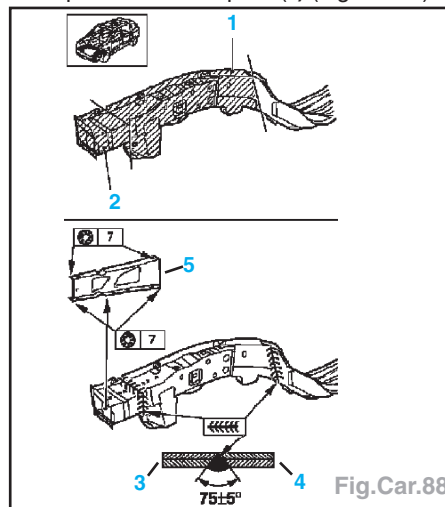

Fig.Car.88
- Couper suivant le repère (2) (Fig.Car.88).